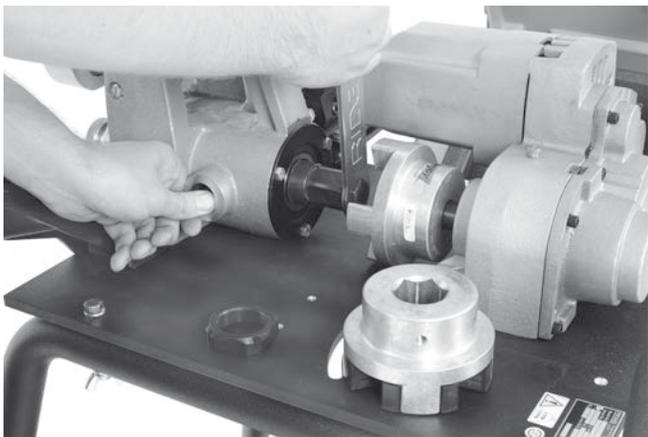

Figura 27 – Remoção do parafuso de tração
6. Utilize o sextavado de 15/16" na chave de caixa para desapertar o parafuso de tração (figura 27).